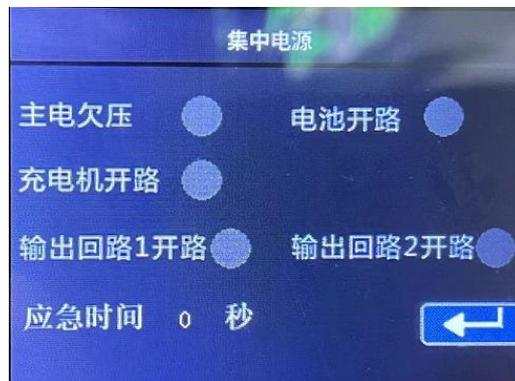

图 10
⑥ 在主页面点击“报警”界面，弹出如下图 10 所示界面，当集中电源故障指示灯亮、并发出报警声后，通过点击该界面，可以查看集中电源的故障类型：主电欠压、电池开路、充电机开路、输出回路开路故障；点击“回车”按键可回到主页面。